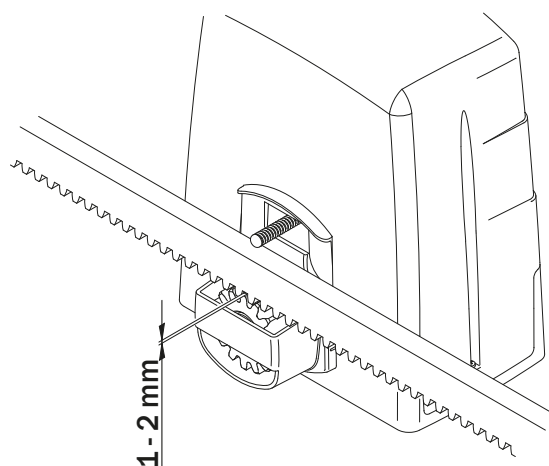

Fig. 2
- Se i finecorsa sono di tipo magnetico le frecce devono essere rivolte verso il centro della cremagliera (fig. 2).
- With magnetic limit switches, the arrows must point towards the middle of the rack (fig. 2).